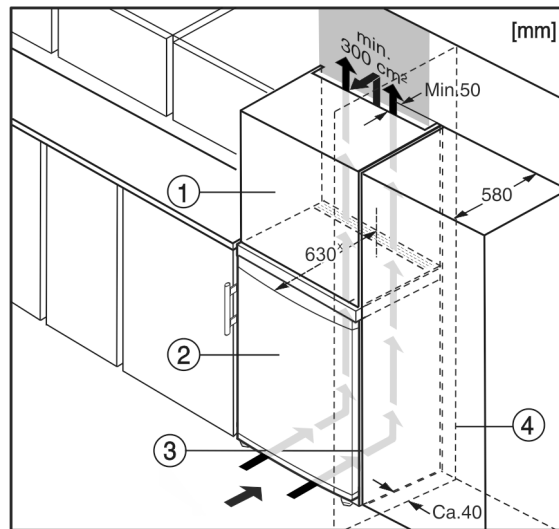

Fig. 5
Устройство может быть окружено кухонными шкафами. Чтобы урвать устройство Fig. 5 (2) по высоте с кухонной стенкой, можно установить над устройством дополнительный шкафчик Fig. 5 (1).
При комбинировании с кухонными шкафами (глубина макс. 580 мм) устройство можно установить непосредственно рядом с кухонным шкафом Fig. 5 (3). Устройство выступает сбоку на 34 мм * и по центру на 50 мм * относительно передней стенки кухонного шкафа.
Если устройство установлено на шарнирах у стены *Fig. 5 (4)*, то расстояние между устройством и стеной должно быть не менее 40 мм. Настолько выступает ручка при открытой дверце.